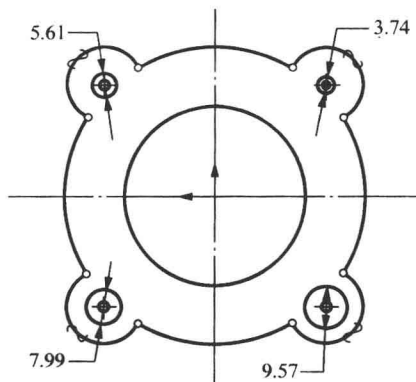

图 1.1-33 草绘 4 个圆
(3) 单击 (同心圆) 按钮, 绘制与上述 4 个圆弧同心的 4 个圆, 如图 1.1-33 所示。选取其中的任意圆, 将其直径修改为“7”。